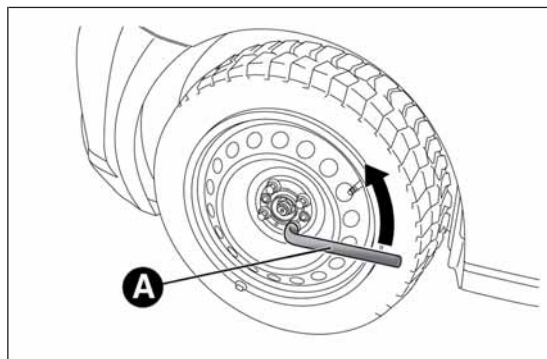
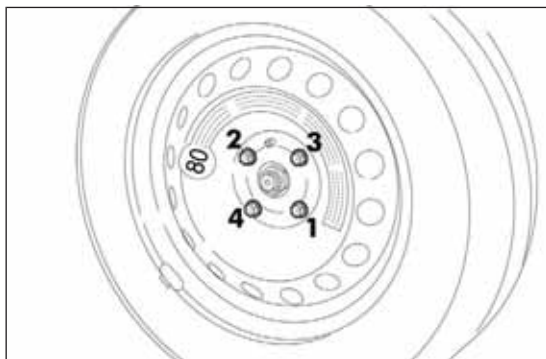

fig. 119
fig. 122
- ❑ prendi la chiave A fig. 119 ed allenta di circa un giro i bulloni di fissaggio;
- ❑ prendi la chiave A fig. 119 ed avvita a fondo i bulloni di fissaggio;
- mediante l'utilizzo della chiave A fig. 119, avvita a fondo i bulloni, passando alternativamente da un bullone a quello diametralmente opposto, secondo l'ordine numerico illustrato in fig. 122;
- mediante la chiave A fig. 119 avvita i bulloni di fissaggio;
- mediante la chiave A fig. 119 avvita a fondo i bulloni seguendo l'ordine numerico illustrato in